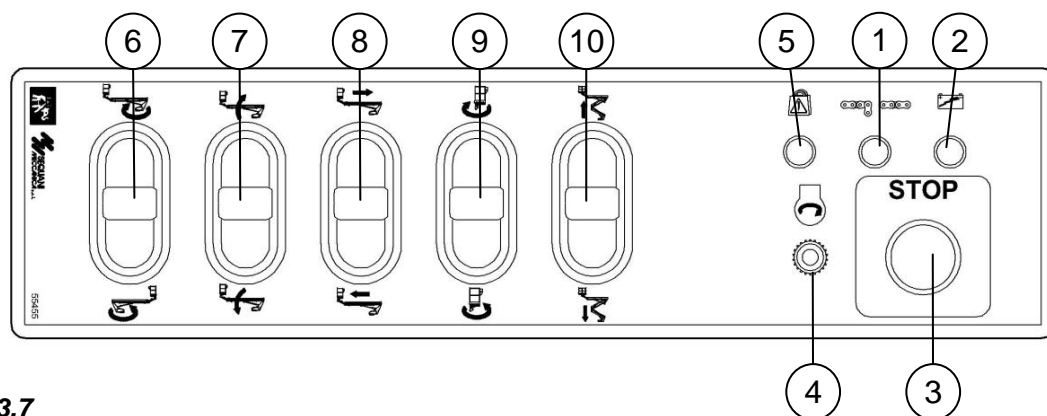

fig. 4.3.7
- verificare sul quadro comandi piattaforma di lavoro l'avvenuta accensione della spia presenza tensione (**pos. 2 fig. 4.3.7**)
- effettuare la movimentazione del braccio muovendo lentamente le leve potenziometriche di comando (**pos. 6-7-8-9-10 fig. 4.3.7**) nella posizione desiderata variando opportunamente la velocità
<p>NOTA:</p> <p>se si desidera spegnere il motore al raggiungimento della posizione, premere il pulsante stop d'emergenza (pos. 3 fig. 4.3.7). Il motore si spegne. Per riavviare sbloccare ruotandolo il pulsante di stop d'emergenza e premere il pulsante (pos. 4 fig. 4.3.7) di avviamento.</p>
<p>NOTA:</p> <p>sulla macchina è presente il dispositivo di controllo del carico in piattaforma [OPTIONAL]: quando si accende la spia rossa di "sovraccarico" (pos. 5 fig. 4.3.7), si attiva un avvisatore acustico e, contemporaneamente, tutti i movimenti della piattaforma si bloccano significa che il carico in piattaforma supera la portata massima. In tal caso, è necessario togliere il carico in esubero per poter effettuare la movimentazione.</p>